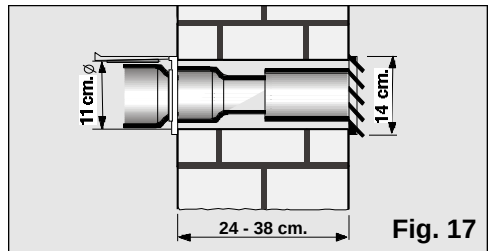

Fig. 17
- ❑ Pour expulser l'air chaud à travers le mur, il faut pratiquer un orifice dans celui-ci afin de placer la traversée, **Fig. 17.**